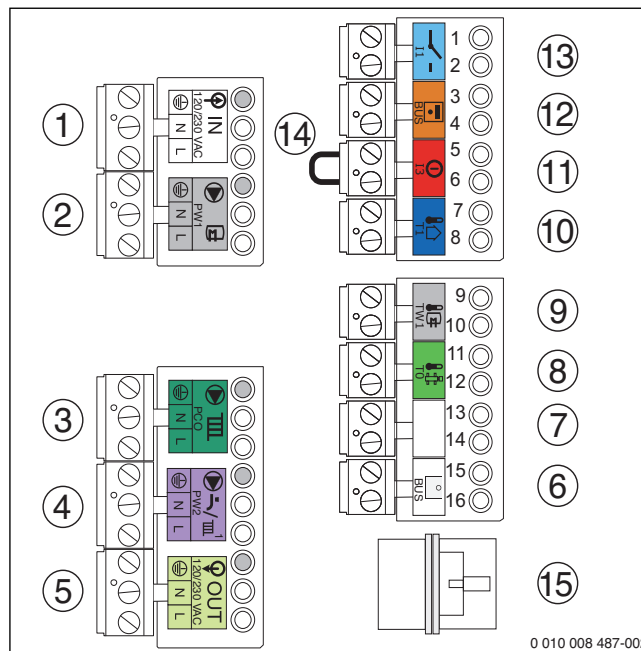

Bild 30 Klemmleisten
- ▶ Ein-/Aus-Raumtemperaturregler auf Anschlussklemme [13] (→ Bild 30) anschließen.
- ▶ Regelgerät auf Anschlussklemme [6] (→ Bild 30) anschließen. Hierzu ein 2-adriges Stromkabel von 0,4 bis 0,75 mm² verwenden.
- ▶ Brücke auf Anschlussklemme [14] (→ Bild 30) entfernen.
- ▶ Außentemperaturfühler auf Anschlussklemme [10] (→ Bild 30) anschließen.
- ▶ Speichertemperaturfühler auf Anschlussklemme [9] (→ Bild 30) anschließen.
- Heizungspumpe auf Anschlussklemme [3] (→ Bild 30) anschließen.
- Zirkulationspumpe auf Anschlussklemme [4] (→ Bild 30) anschließen.
- ▶ Speicherladepumpe/externes 3-Wege-Ventil (230 V) auf Anschlussklemme [2] (→ Bild 30) anschließen.
- Externes 3-Wege-Ventil an der Anschlussklemme [2] (→ Bild 30) anschließen.